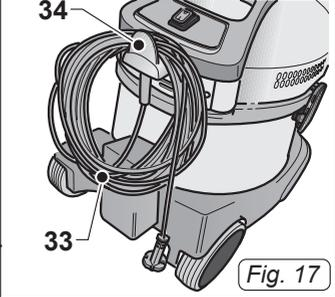

Fig. 17
- Enrouler le câble (33 Fig.17) et le fixer dans son siège (34 Fig.17).